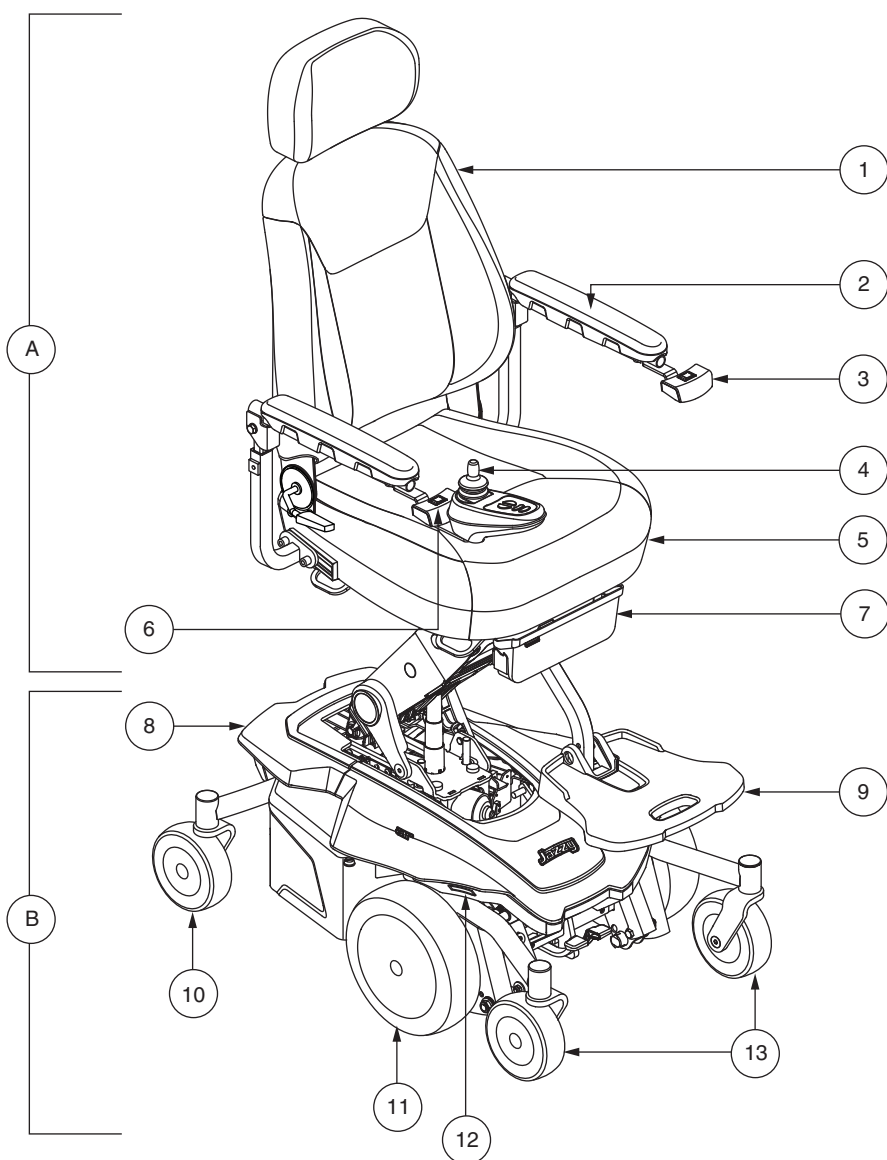

Figura 1. Silla eléctrica de Jazzy Air® 2
El Jazzy Air® 2 está formado por dos piezas principales: el asiento (A) y la base eléctrica (B). Ver figura 1. Generalmente, el asiento incluye los reposabrazos, el respaldo y la base de asiento. La base eléctrica incluye los dos motores y los frenos, dos ruedas motrices, cuatro ruedas orientables, dos baterías y el cableado eléctrico. Ver figuras 1, 2, y 3.
Su silla de ruedas eléctrica está equipada con luces de posición. Las luces están compuestas de LED blancos en el frente y LED rojos en la parte trasera, y están montadas en la cubierta de su base eléctrica. Ver figura 1.